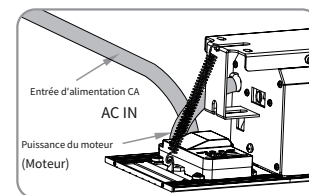

Figure 10
- Branchez l'écran à l'alimentation. Connectez le câble du moteur situé à gauche au port « Moteur » du panneau latéral gauche. Branchez le cordon d'alimentation fourni au port « ACIN ». Assurez-vous que les connexions sont bien fixées, puis branchez le cordon d'alimentation à une prise secteur (figures 10 à 12).